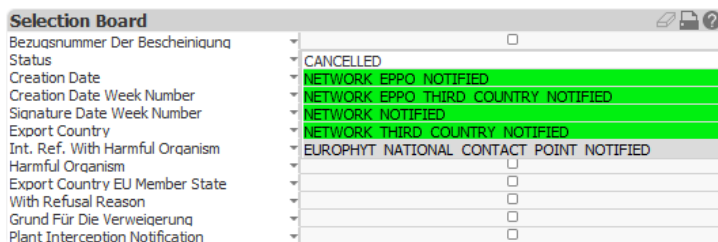

Abbildung 36: Dropdownliste zum Status der Beanstandungsmeldungen in der Anzeige *Selection Board*
2. Die Anzahl der Beanstandungen beinhaltet alle Beanstandungsmeldungen unabhängig vom Status. Es werden auch gelöschte Beanstandungen in der Gesamtanzahl berücksichtigt. Um diese Beanstandungen aus der Auswertung auszuschließen, öffnen Sie im *Selection Board* unter *Status* die Dropdownliste (Abbildung 36).